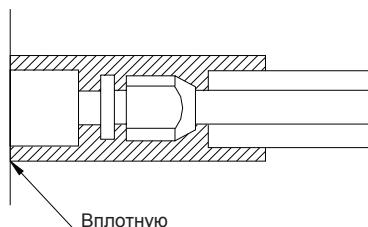

Рис. 7
- Стыки трубных соединений внутреннего блока должны быть плотно замотаны слоем изоляционного материала как показано на рис. 7; наличие воздушных пузырей в месте стыка не допускается.